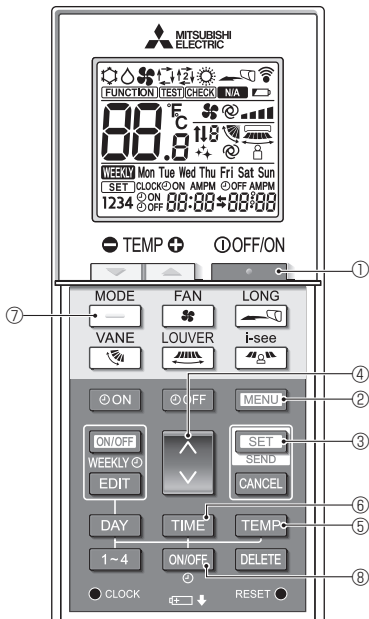

Fig. 7-11
- O ecrã de definições Function (Função) é apresentado e o número da função A pisca. (Fig. 7-11)